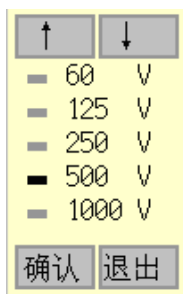

图 5.6 发射电压选择
10. 发射电压：发射探头的激励电压，按确认键弹出图 5.6 所示的发射电压选择界面，一共有 5 档，分别为 65V、125V、250V、500V、1000V，发射电压越大，发射能量越强，一般的小构件